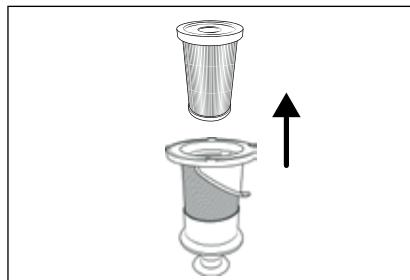

Abb. 24
- Entnehmen Sie den EPA-Filter 5 aus dem EdelstahlfILTER 6, indem Sie in die Öffnung des EPA-Filters 5 greifen und diesen aus dem EdelstahlfILTER 6 herausziehen (siehe Abb. 24).